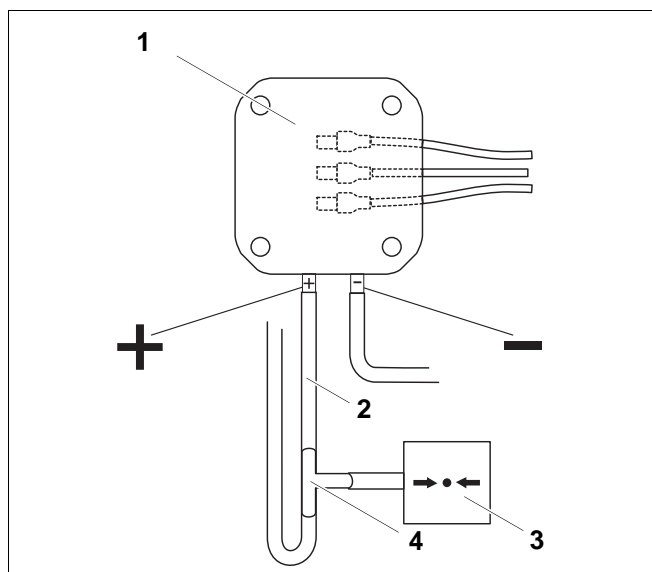

Рис. 5 Проверка давления вентилятора
7. Подключите манометр с наклонной трубкой или цифровой манометр через тройник к входу "+" (рис. 5) реле контроля давления воздуха.